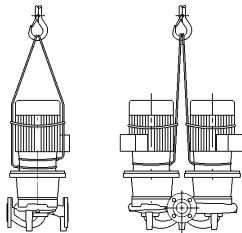

Рис. 3: Закрепление транспортировочных тросов
- Проушины для транспортировки на двигателе служат только для задания направления при захвате груза (рис. 3).